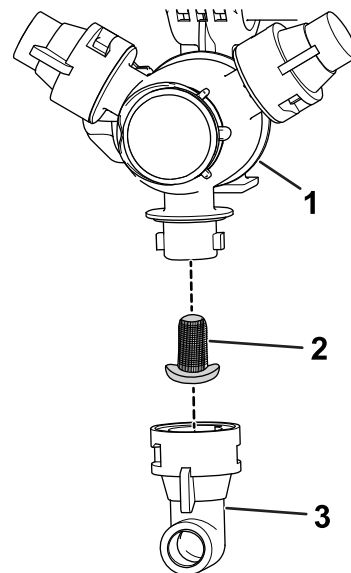

Figura 31
2. Remova o bico da torre de pulverização (Figura 31).
3. Remova o filtro do bico (Figura 31).
5. Instale o filtro do bico (Figura 31).
6. Instale o bico na torre de pulverização (Figura 31).